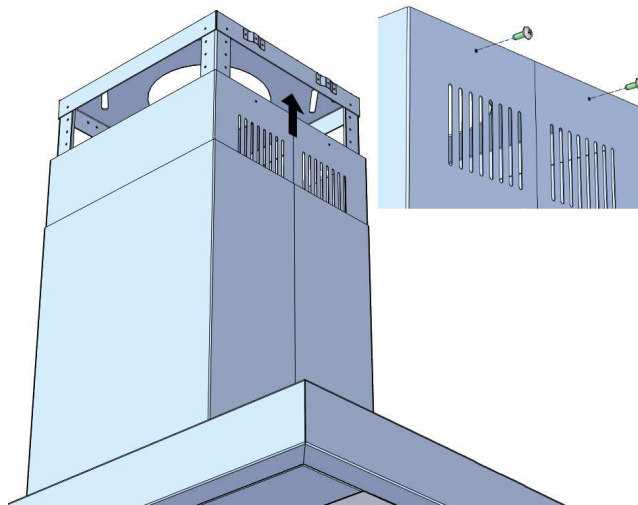

Abb. 8
- ⤴ Heben Sie die Haube an die Decke und befestigen Sie die Trägerstreben an der Deckenplatte (Abb.8). **Achtung die Haube ist sehr schwer!**
- ⤴ Jede Trägerstrebe sollte mit min. 2 Schrauben an der Deckenplatte befestigt werden. Achten Sie darauf, dass die Trägerstreben innen an die Deckenplatte geschraubt werden und nicht außen (Abb.8)
- ⤴ Befestigen Sie nun den oberen teleskopierbaren Kamin an die Deckenplatte mit den mitgelieferten Schrauben (Abb.8).
### Tastenbelegung der Fernbedienung (Abb. 8)